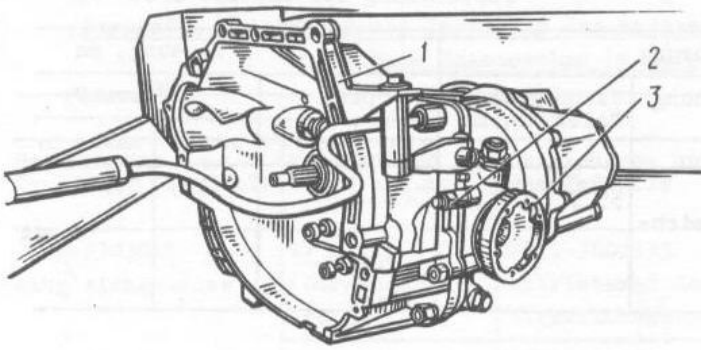

Bild 3-122. Auseinanderbau des Wechselgetriebes am Stand:
- Wechselgetriebe auf den in Bild 3-122 gezeigten Stand setzen und festmachen;